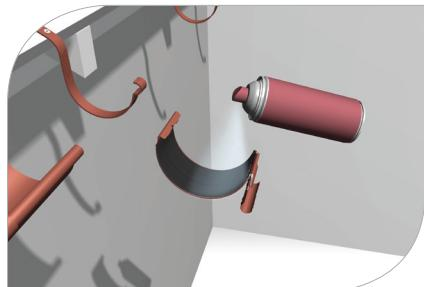

рис. 5
- 1.9 Перед монтажом системы Galeco STAL следует смазать уплотнители фасонных частей скользящим средством для лучшего прилегания уплотнителей к профилю желоба (**рис. 5**).